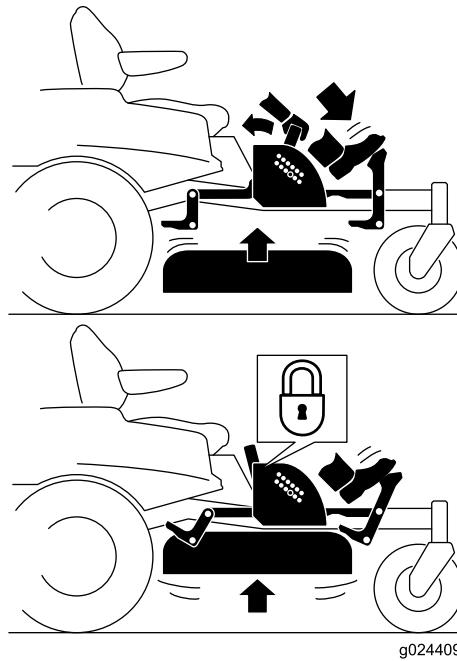

Figura 21
- Pise el pedal para elevar la carcasa; siga pisando el pedal hasta que la carcasa quede bloqueada en la posición de transporte (Figura 21).
- Pise el pedal de elevación de la carcasa y tire hacia atrás de la palanca de bloqueo de transporte para desactivar el bloqueo de transporte (Figura 21).
4. Pise el pedal de elevación de la carcasa y tire hacia atrás de la palanca para desactivar el bloqueo de transporte (Figura 21).